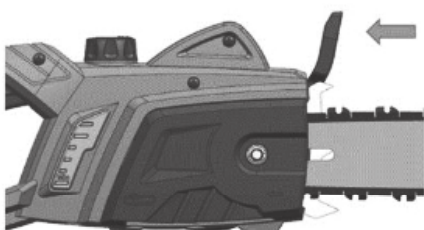
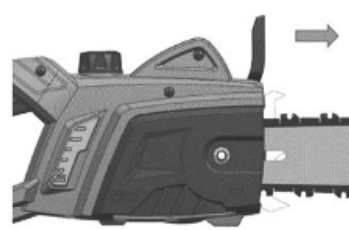

Abb.1A
Abb.1B
Die Kettenbremse ist ausgekuppelt (Kette kann sich bewegen), wenn die Bremse zurückgezogen und arretiert ist. Dies ist die normale Betriebsstellung (Abb. 1A). Die Kettenbremse ist aktiviert (die Kette kann sich nicht bewegen), wenn die Bremse in der Vorwärtsposition ist (Abb. 1B).
- A. Vergewissern Sie sich, dass die Kettenbremse ausgekuppelt ist (Abb. 1A).